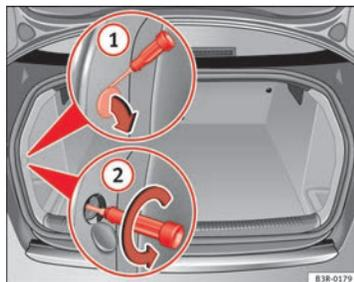
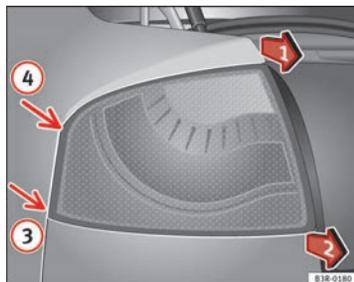

Abb. 209 Gepäcksraum:
Abb. 210 Ausbau der
- Hebeln Sie die Abdeckung an der Aussparung ⇒ Abb. 209 ① mit dem flachen Teil des Schraubendrehers ab.
- Lösen Sie die dahinterliegende Schraube mit dem Schraubendreher (Pfeile) ②.
- Die Heckleuchte abwechselnd in Pfeilrichtungen ⇒ Abb. 210 Position ① und ② ziehen, bis die Heckleuchte sich aus der Aufnahme (Positionen ③ und ④) löst.